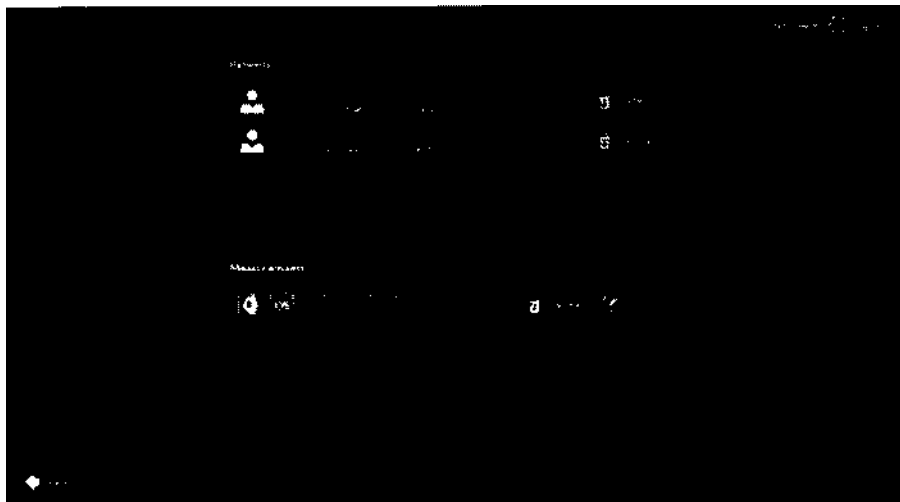

Рис. 98. Диалоговое окно Measurements [Измерения]
4. Для просмотра данных пациента щелкните один раз на имени пациента в диалоговом окне Patients [Пациенты] (рис. 98).